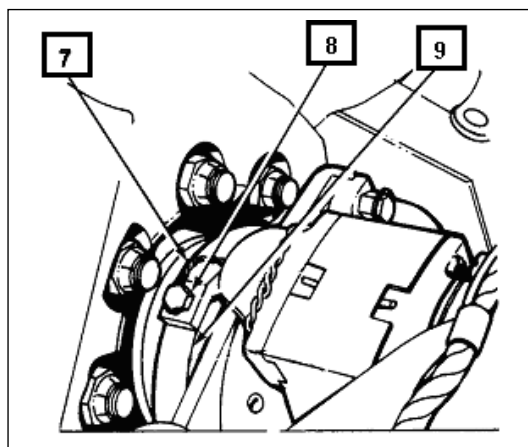

Fig 11-27. Anel de conexão rápida
(f) remover os arames de freio (7) e parafuso (8) do anel de desconecção rápida(9); (Fig 11-27)